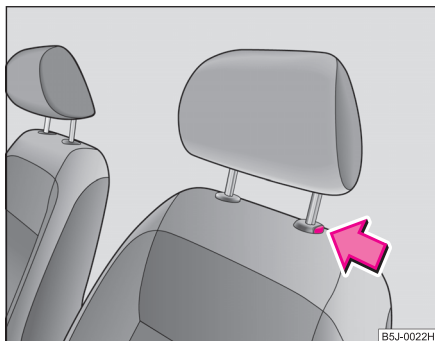

Fig. 48 Sacar reposacabezas
- Si desea desplazar el reposacabezas hacia abajo, pulse la tecla de seguro ⇒ **fig. 48** y presione con la otra mano el reposacabezas hacia abajo.
- Pulse la tecla del seguro en el sentido de la flecha ⇒ **fig. 48** y extraiga el reposacabezas.